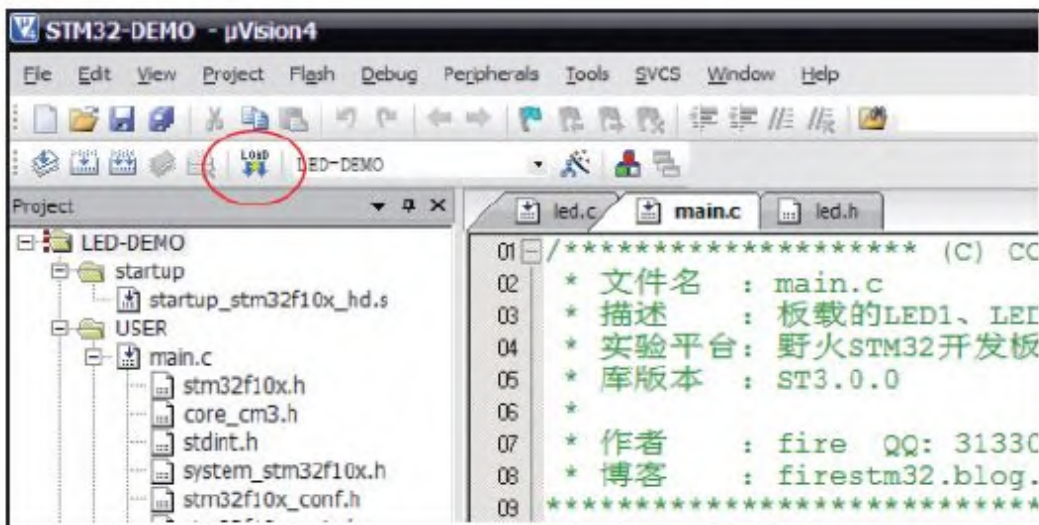

图 3-37 程序下载按钮
2) 点击MDK工具栏中的Load按钮就可将编译好的程序下载到开发板的Flash，见图3-37。